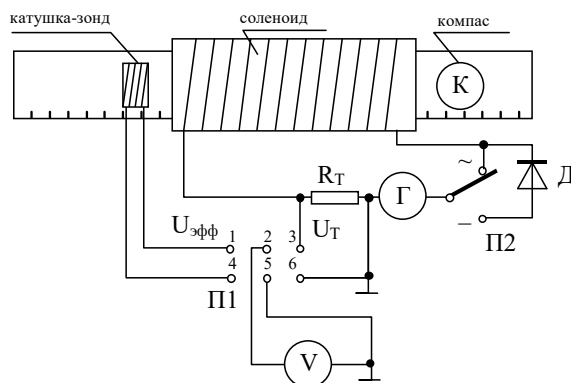

Рис. 1. Электрическая схема установки
Генератор «Г» синусоидального напряжения обеспечивает протекание переменного тока через последовательно включенный соленоид (длинную цилиндрическую катушку) и резистор  $R_T$  (рис.1). Мультиметр «V» при помощи переключателя «П1» подключается параллельно этому резистору и используется для измерения сопротивления резистора  $R_T$  и напряжения на нем.
2. Зарисуйте в тетради электрическую схему установки (рис.1).